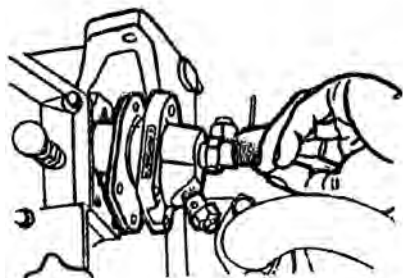

рис. 10
a.) Аккуратно поворачивайте маховик в рабочем направлении вращения до тех пор, пока топливо не начнет вытекать из открытого конца топливной магистрали; проверьте, совпадает ли метка на бачке с меткой на краю маховика в пределах 20~24° от верхней мертвой точки. В случае несовпадения требуется регулировка (Рис. 10).